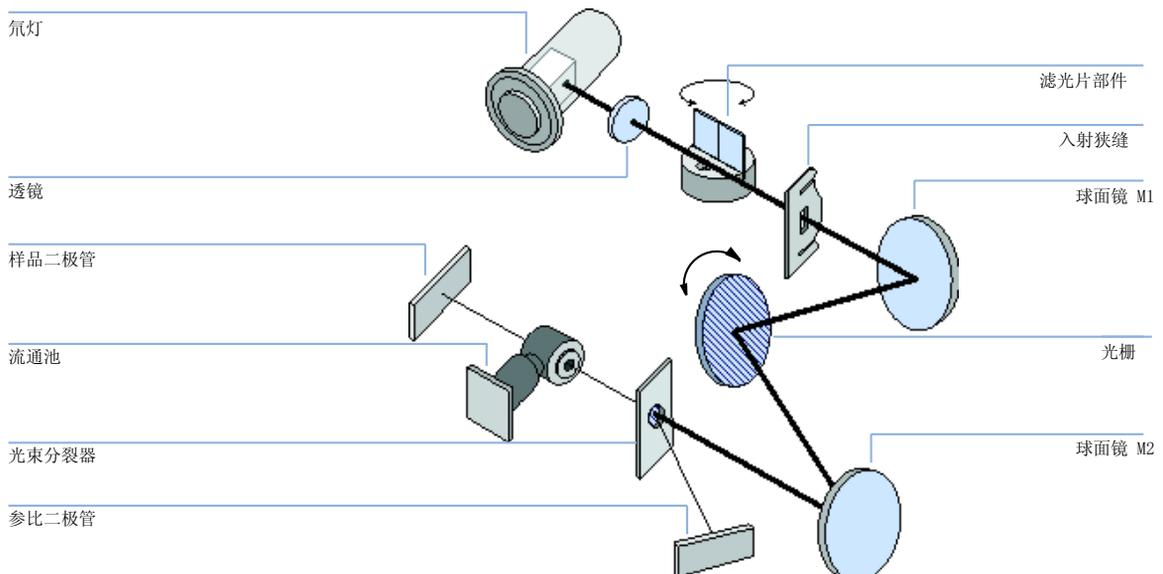

图 1 可变波长检测器的光程
如第 9 页的图 1 所示是检测器的光学系统。它的辐射源是可发射波长为 190 nm 至 600 nm 紫外线 (UV) 的氙弧放电灯。氙灯发出的光束通过一个透镜、一个滤光片部件（空白、截止或氧化钛三种状态）、一个入射狭缝、第一个球面镜 (M1)、一个光栅、第二个球面镜 (M2)、一个光束分裂器，最后通过流通池到达样品二极管。对通过流通池的光束的吸收取决于流通池中的溶液，在流通池中紫外线被吸收，并且光强通过样品光电二极管转换为电信号。光束分裂器使部分光线射到参比光电二极管，从而获得参比信号，作为光源强度波动的补偿。参比光电二极管前的狭缝分离出样品带宽的光线。通过旋转光栅（由一个步进电机直接驱动）可以选择波长。这一配置可以实现波长的快速改变。将截止滤光片移入大于 370 nm 的光程，以减少较高阶的光。